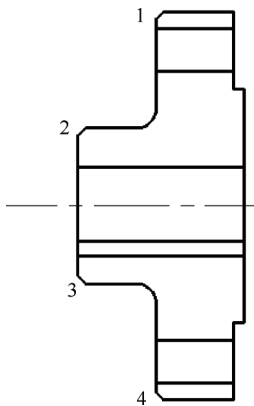

图 8-44 创建倒角
18) 倒角。单击“倒角”按钮, 在图形中创建图 8-44 所示的 4 处倒角，这些倒角的尺寸均为 C2 (2×45°)。